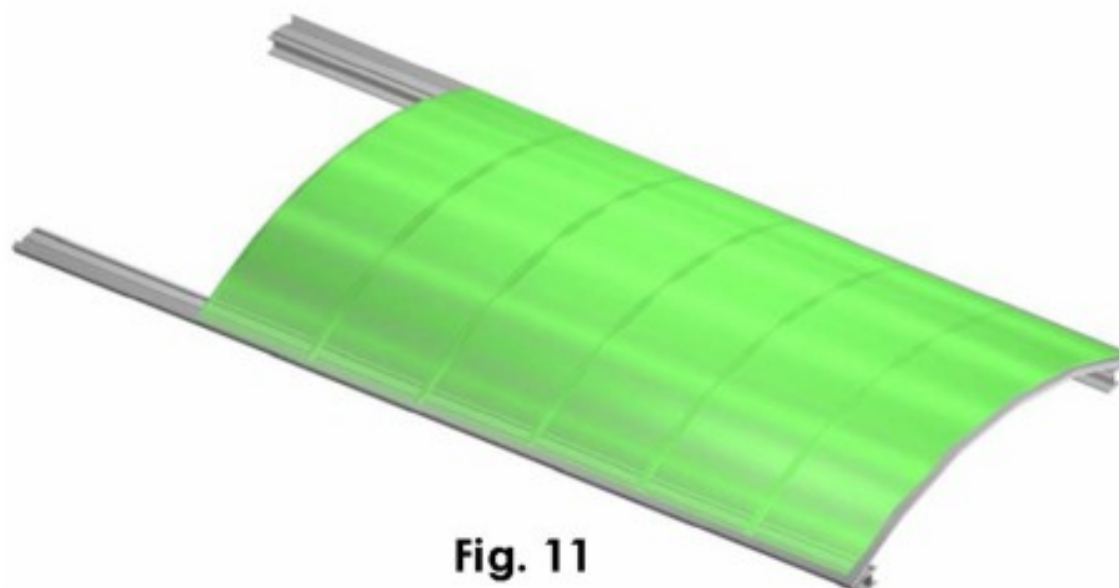

Fig. 11
11) Proceder según los puntos 9 y 10 hasta llegar a la penúltima placa – Fig. 11